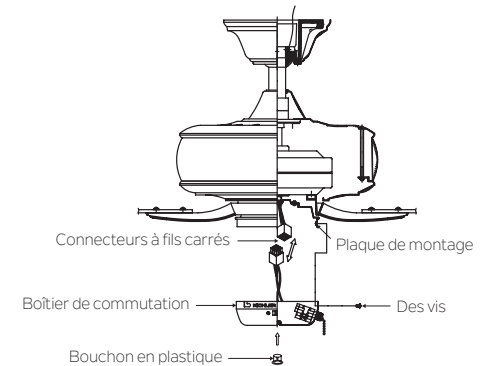

Fig. 19
**Step 1.** Soulevez le boîtier de l'interrupteur près du ventilateur de plafond et connectez les connecteurs à fil carré du boîtier de l'interrupteur et du ventilateur. Installez le boîtier de l'interrupteur sur la plaque de montage à l'aide des vis fournies. (Fig. 19)
**Step 2.** Fixez le bouchon en plastique sur le boîtier de l'interrupteur. (Fig. 19)